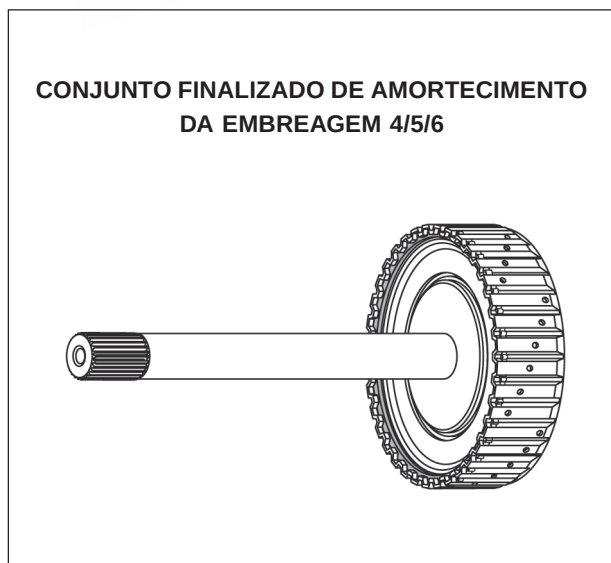

Figura 86
6. Deixe o conjunto de amortecimento da embreagem 4/5/6 de lado para posterior montagem (veja figura 86).